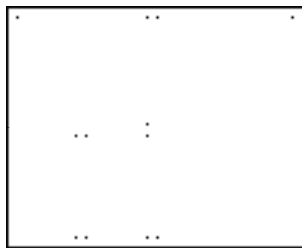

图 3-113 打开素材
1) 按〈Ctrl+O〉组合键，打开配套光盘提供的“第 3 章/3.5.1 识别内外.dwg”素材文件，结果如图 3-113 所示。